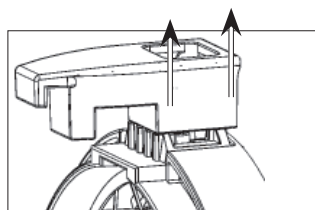
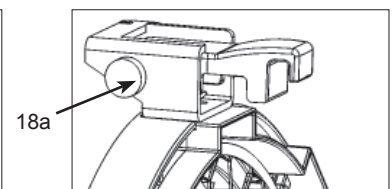

Abb. 5 / figure 5
Abb. 6 / figure 6
- Modelle mit schwenkbarer Torsicherung (Abb. 5): Torsicherung senkrecht nach oben ziehen und zur Seite wegrehen. Modelle mit Location-Torsicherung (Abb. 6): Stift (18a) seitlich eindrücken, Torsicherung klappt nach oben.
- For models with rotatable top latch (figure 5): Pull the top latch (18) upwards and turn it to the side. For models with location top latch (figure 6): Push the hinge pin (18a), the top latch flips open.